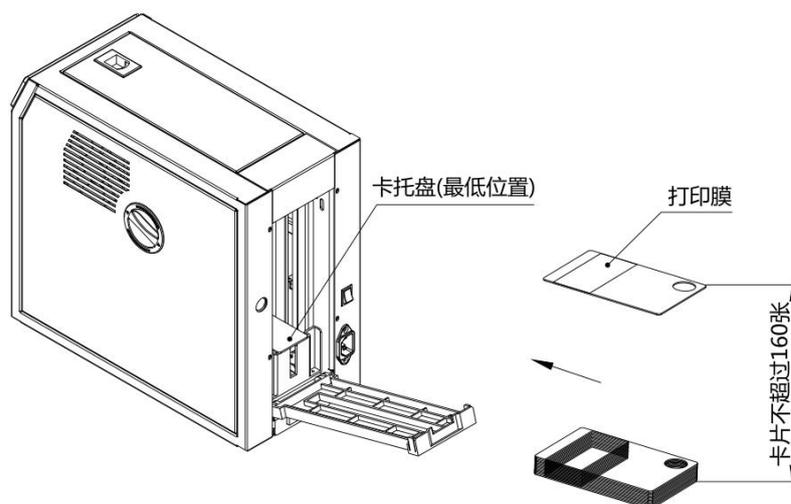

图 6
6.2. 打开卡盒盖板，将要打印/擦除的卡（打印膜朝上并在前端，摆放整齐，卡片不超过 160 张），放在卡托盘上（如图 6），卡片靠住卡盒里侧，然后合上卡盒盖板。